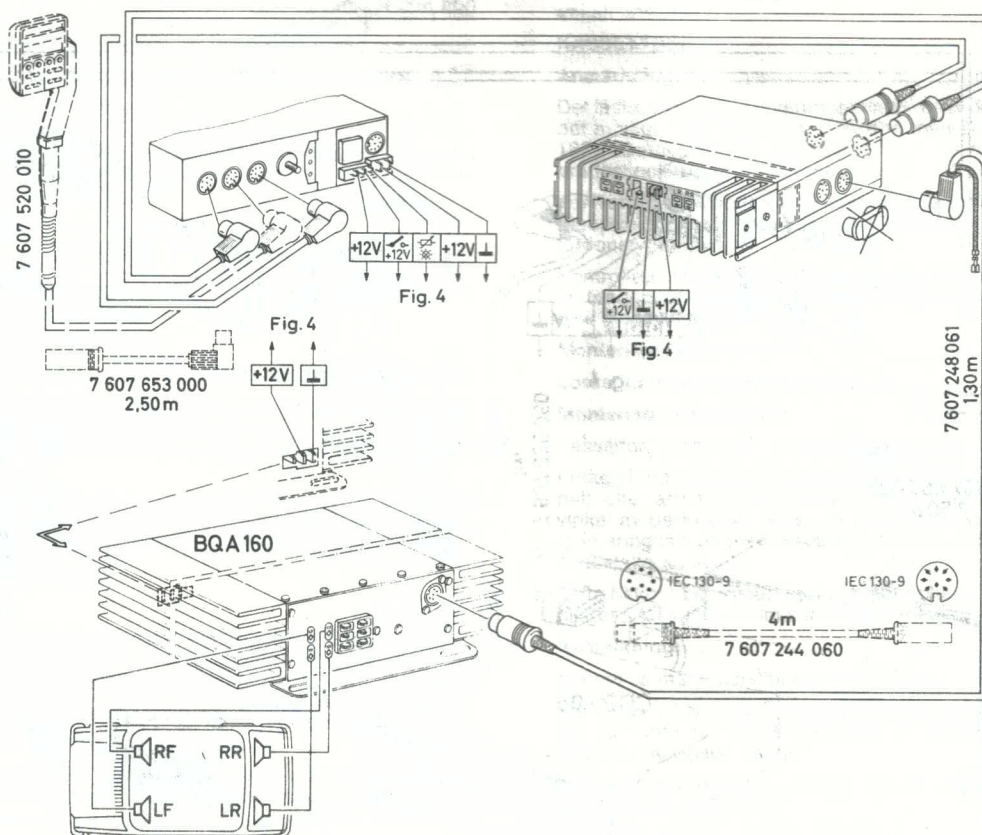

Fig. 6
Fig. 6 med amplifier (t.ex. BQA 160)
- Fig. 6 met amplifier (b.v. BQA 160)